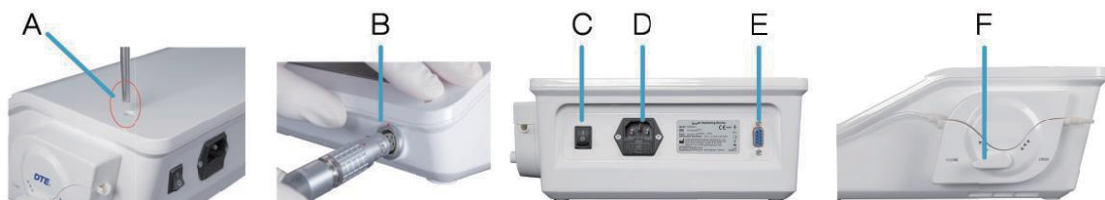

Figure 6
**⚠ Danger:** Ne pas installer l'équipement sur ou près d'une source de chaleur. Ils doivent être installés de manière à assurer une circulation d'air suffisante autour d'eux. Laisser suffisamment d'espace libre autour, en particulier les ventilateurs à l'arrière. (Figure 6)
6.3.2 insérer la tige qui soutient le sac dans le trou prévu (Figure 6 - référence A);
6.3.3 insérer le bouchon dans la prise de pédale et connecter la pédale à la coulée du dispositif (fig. 6 - ref.E);
6.3.4 insérer le cordon d'alimentation dans le connecteur de la coulée de l'unité (Figure 6 - référence d), puis dans la prise d'alimentation;
6.3.5 brancher le tube de cordon d'alimentation de l'opération ai dans le connecteur de cordon d'alimentation de l'équipement (fig. 6-ref.B);
6.3.9 le dispositif peut être utilisé en appuyant sur le bouton "on / OFF" (fig. 6-ref.C).
7.5.4 s'assurer que le téléphone de chirurgie ai est correctement connecté au connecteur du téléphone (fig. 6-ref.b);
7.8 Une fois l'équipement terminé, éteindre l'interrupteur d'alimentation, appuyer sur le bouton « fermer » (fig. 6-ref.c) et débrancher la prise d'alimentation.